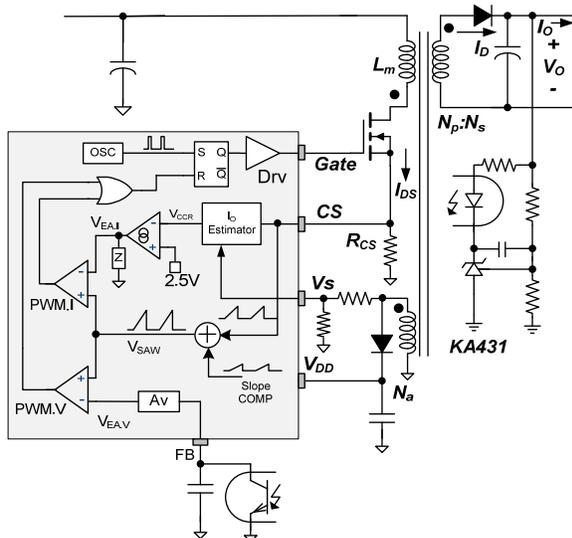
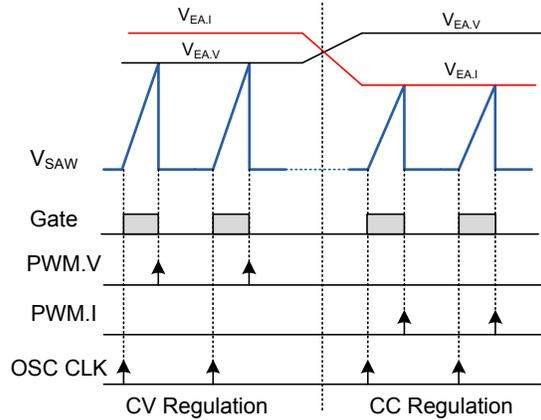

图 24. 内部 PWM 控制电路
图 25. 恒流和恒压的 PWM 操作
图 24 所示为内部 PWM 控制电路。恒压 (CV) 调节的实现方法与传统隔离电源相同：使用分压器感测输出电压，并将其与电压调节器 (KA431) 的内部 2.5 V 基准电压相比较，生成补偿信号。该补偿信号通过光电耦合器传输至初级端，然后通过衰减器 Av 按比例缩小，以生成  $V_{EA.V}$  信号。这时，误差信号  $V_{EA.V}$  被施加到 PWM 比较器 (PWM.V)，以确定占空比。
PWM 比较器 PWM.I 和 PWM.V 分别将两个误差信号  $V_{EA.I}$  和  $V_{EA.V}$ ，与内部锯齿波形 ( $V_{SAW}$ ) 进行比较，确定占空比。图 24 所示为两个与“或”门结合的比较器 (PWM.I 和 PWM.V) 的输出，并用作触发器的复位信号，以确定 MOSFET 的关断瞬间。 $V_{EA.V}$  和  $V_{EA.I}$  中较低的信号确定占空比，如图 25 所示。在 CV 调节期间， $V_{EA.V}$  确定占空比，而  $V_{EA.I}$  饱和至最高电平。在恒流调节模式期间， $V_{EA.I}$  确定占空比，而  $V_{EA.V}$  饱和至最高电平。